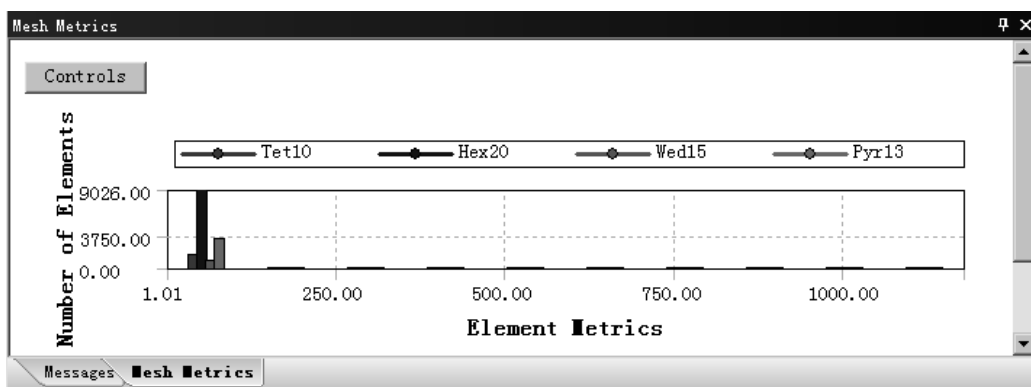

图 4.5.8 检查结果统计图表 (二)
- ◆ Aspect Ratio (纵横比)。选择此选项后，此时在信息栏中打开图 4.5.8 所示的检查结果统计图表。